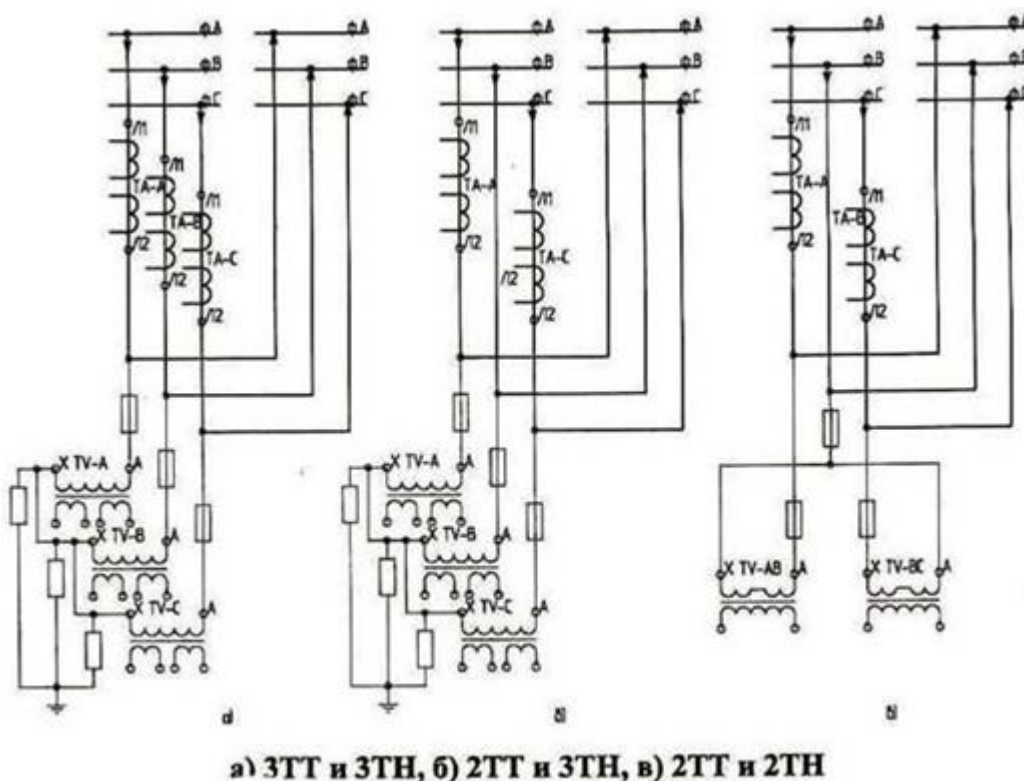

Рис. 2. Схемы главных цепей высоковольтного шкафа
Количество ТТ и ТН зависят от схемы измерения: 2ТТ и 2ТН, 2ТТ и 3ТН, 3ТТ и 3ТН (см. рис. 2). В качестве измерительных трансформаторов используются типовые трансформаторы ОАО «Свердловский завод трансформаторов тока» ТОЛ 10-1-2 и ЗНОЛП-6(10) или НОЛ-6(10). По желанию заказчика возможно применение измерительных трансформаторов других типов и марок, которые соответствуют требованиям ГОСТ и имеют российские сертификаты соответствия.